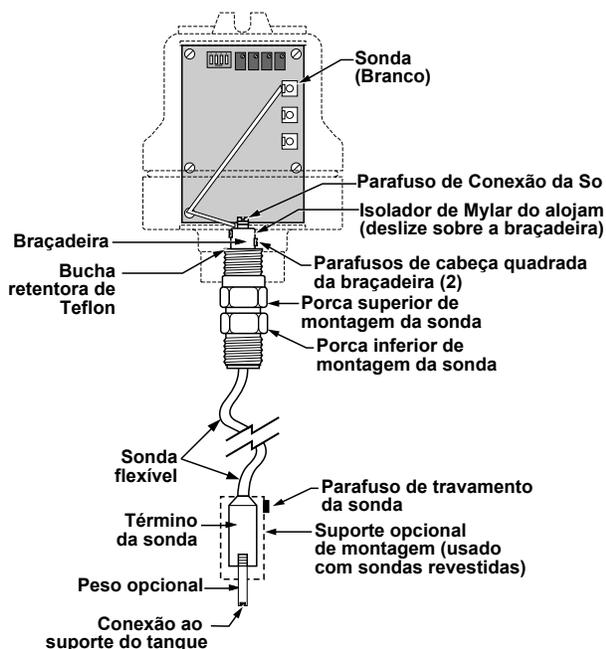

Figura 10
1. Desparafuse a sonda do invólucro. Retire o isolador de Mylar (filme de poliéster) do invólucro localizado acima da braçadeira. Veja a Figura 10.
2. Fixe o peso (se utilizado) à extremidade da sonda. Veja a Figura 10.
18. Retire o circuito eletrônico afrouxando três parafusos na base. Veja a Figura 10.
20. Conecte o fio branco da sonda (PROBE) (enviado em saco plástico) do terminal da sonda na placa de circuito impresso até o parafuso da sonda no topo da mesma. Certifique-se de passar a fiação através da abertura no fundo, à esquerda da placa de circuito impresso; e no fundo, no centro do suporte de montagem. Veja a Figura 10.